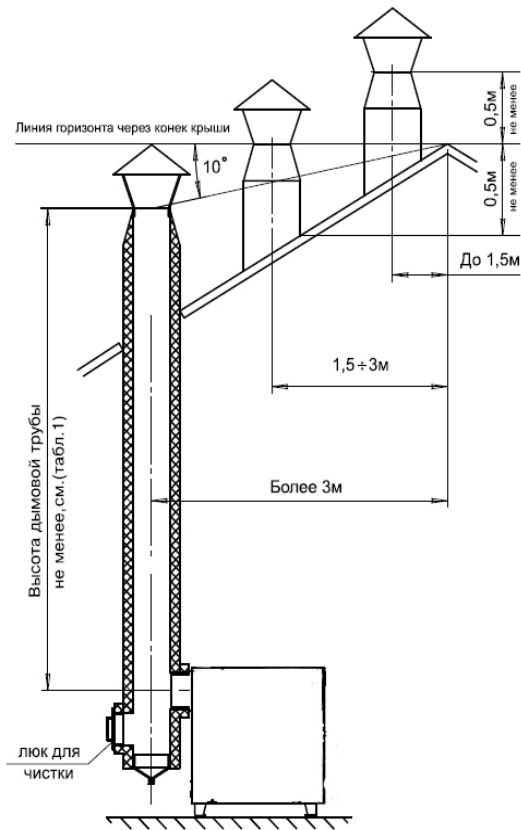

Рис.3 Варианты установки дымовой трубы
- ✓ Установка котла и монтаж дымовой трубы должны проводиться в соответствие со СНИП 41-01-2003 как показано на рис. 3.